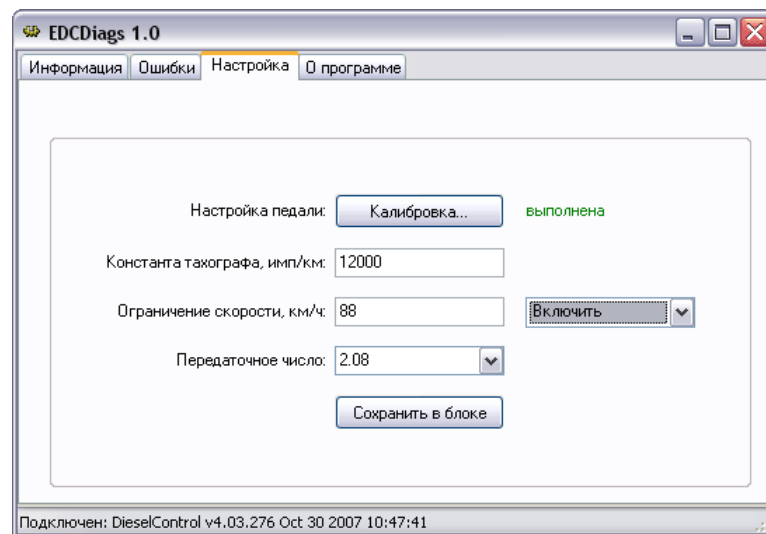

Рис. 2.11.
2.3.3.2. Выбрать вкладку «Настройка» (рис. 2.11).
- 2.3.4.3. При правильно проведенной процедуре калибровки педали рядом с надписью «Калибровка педали» появится индикация «Выполнена» (рис. 2.11).